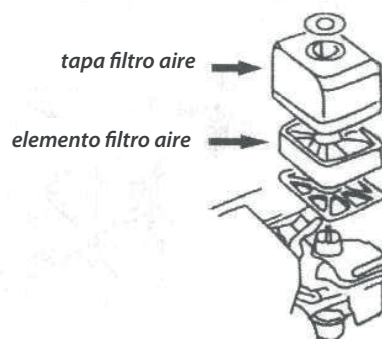

Fig. 9
2) Controlar el filtro y limpiarlo si es necesario (fig. 9)